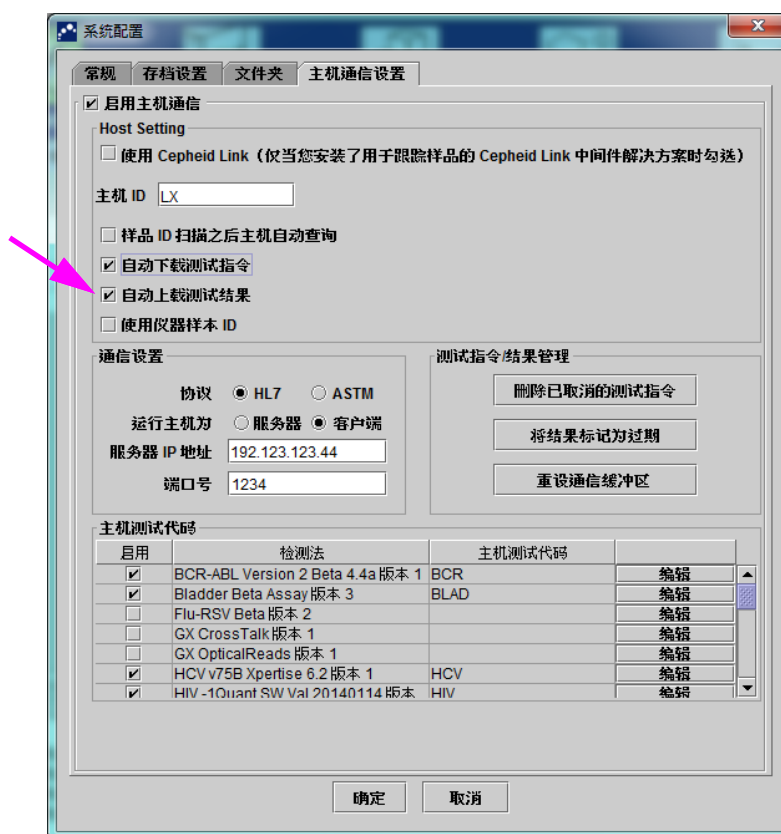

图 5-98. 自动结果上传
1. 在“系统配置”对话框的**主机通信设置**选项卡中，单击**自动结果上传**复选框，这样测试一完成，就会上传结果。参见图 5-98。
1. 在“系统配置”对话框的**主机通信设置**选项卡中，确保**自动结果上载**是取消选择或禁用的。参见图 5-98。